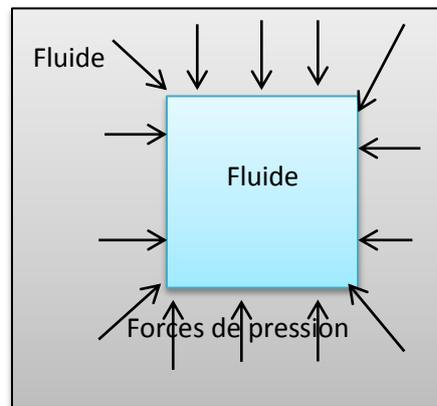

Figure 2
- et un fluide occupant le meme volume V (figure 2)
Le volume V du fluide de la figure 2 est en équilibre sous l'action de deux forces :